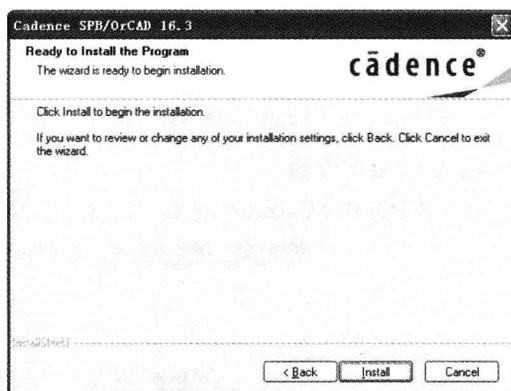

图 1.2.13 “Ready to Install the Program”窗口
(9) 单击“Next”按钮,开始文件的复制,同时准备安装程序,出现“Ready to Install the Program”窗口,如图 1.2.13 所示。